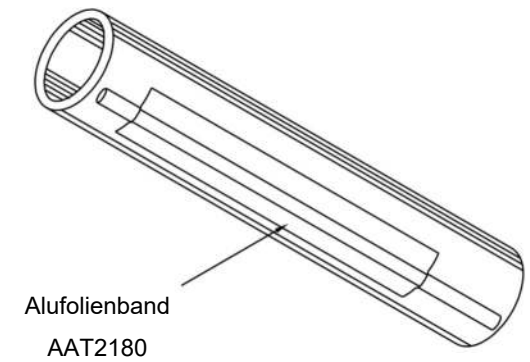

Abbildung 5
2. Alufolienband sollte nur bei bestimmungsgemäßer Verwendung verwendet werden. Die Folie wird am häufigsten auf Kunststoffrohr verwendet, um den isolierenden Effekt des Kunststoffs auszugleichen. Siehe Abb. 5 oben